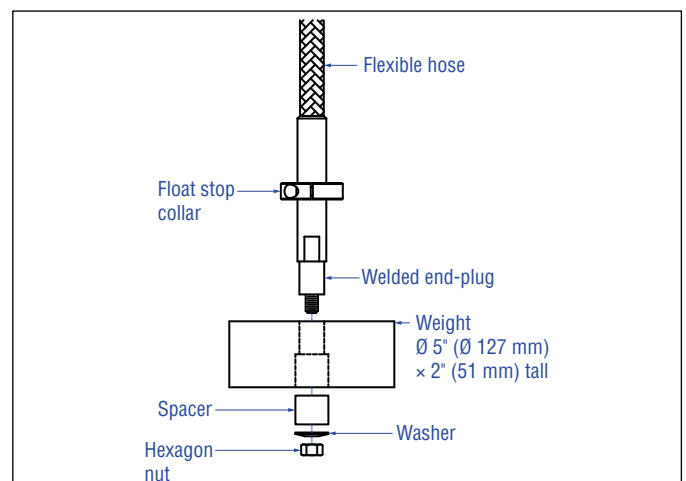
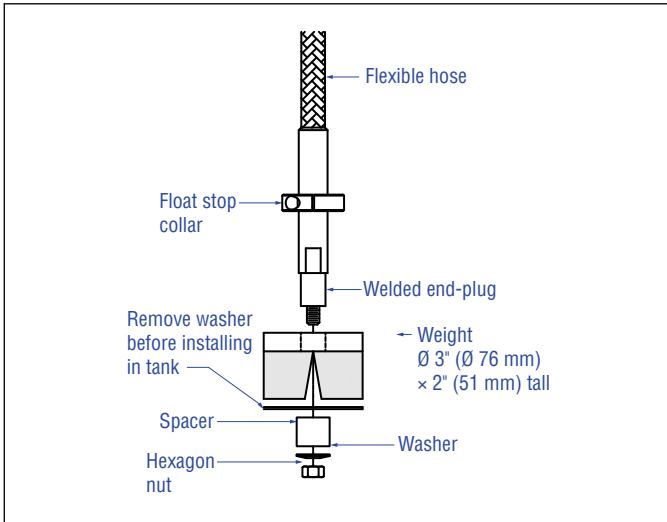
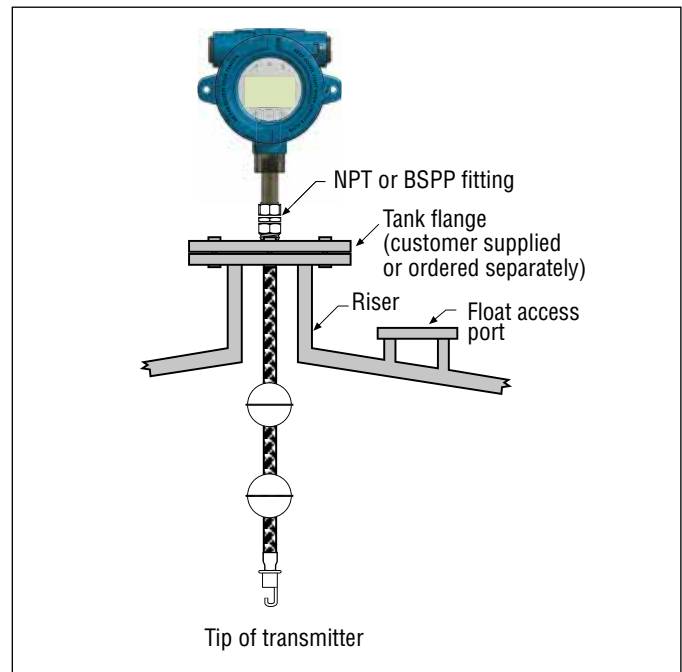

Abb. 8: Abspanngewicht am Boden
Abb. 9: Haltemagnet am Boden
Abb. 11: Montage mit Gewindeflansch für flexiblen Schlauch
5. Montieren Sie den Haken, das Gewicht oder den Magneten an den verschweißten Endstecker des Rohrs (hierbei handelt es sich um den unteren starren Abschnitt des Rohrs). Verwenden Sie dazu die mitgelieferte Mutter, das Distanzstück und die Unterlegscheibe, und ziehen Sie sie wie in Abb. 8, Abb. 11 und Abb. 9 dargestellt fest. Magnet: Entfernen Sie die Unterlegscheibe vor der Installation im Tank.
In der Mehrzahl der Anwendungen kann der Tank Slayer®-Transmitter über ein NPT- oder BSPP-Einschraubgewinde direkt am Tank oder Flansch montiert werden, vorausgesetzt, es steht eine geeignete Rohrverschraubung zur Verfügung. Wenn der Schwimmer beim Entfernen des Flansches nicht durch die Flanschöffnung passt, muss eine alternative Möglichkeit bestehen, um den Schwimmer vom Inneren des Behälters aus am Transmitter zu montieren; hierzu kann ein Zugang erforderlich sein, der sich in der Nähe der Stelle befindet, an der der Transmitter eingeführt wird (siehe Abb. 11).